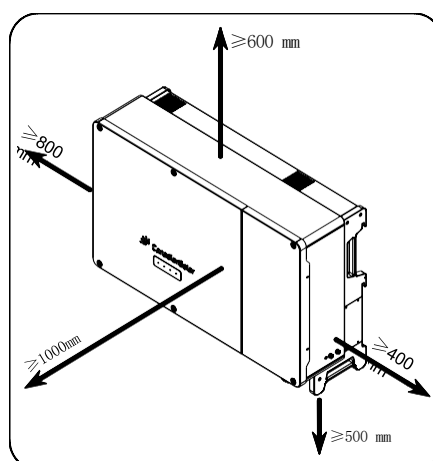

FIG 3-3 Espaço de instalação do inversor único
- 1) Certifique-se de que haja espaço suficiente ao redor do inversor para acomodar a dissipação de calor adequada (conforme mostrado na FIG. 3-3). A manutenção do módulo do ventilador externo do inversor requer um espaço maior no lado esquerdo).